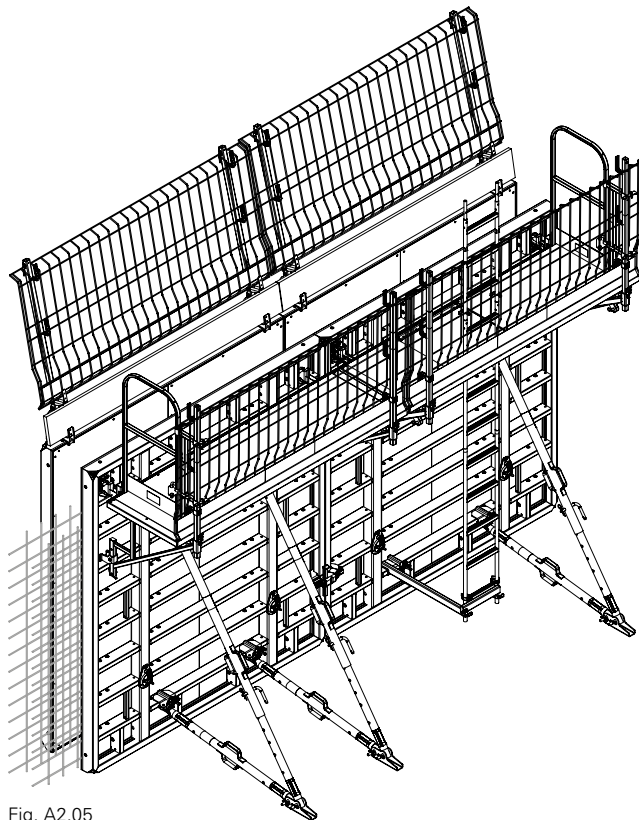

Fig. A2.05
8. Accrocher la planche sous la barrière de protection grillagée. (Fig. A2.05)
(Fig. A2.05)
1. Retirer la planche sous la barrière de protection grillagée. (Fig. A2.05)